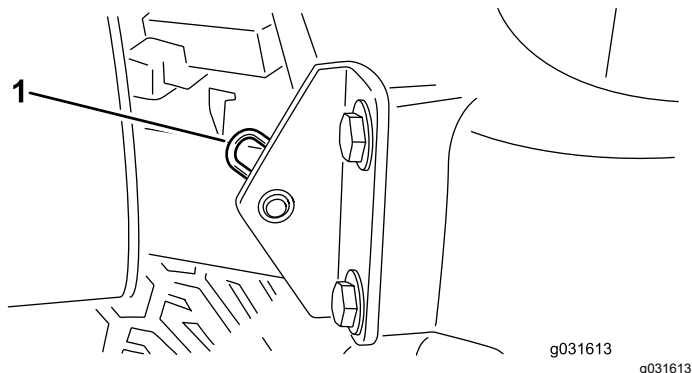

Figura 31
2. Scoateți tiftul în formă de agrafă care fixează pivotul capotei de suporturile de montare (Figura 31).